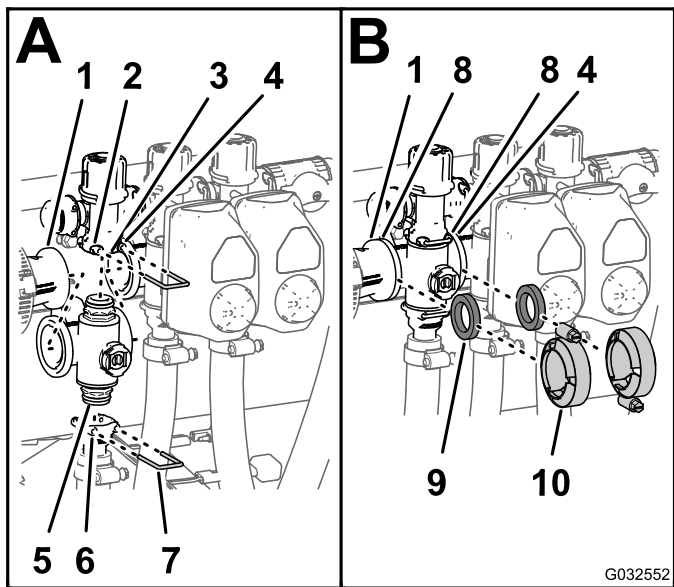

図 116
4. エンドキャップフィッティングを出口フィッティングに取り付ける (出口フィッティングのソケットにリテーナを差し込んで固定する 図 116; A)。
6. リデュースカップリング、ガスケット、個別ブームバルブマニホールドを組み立ててクランプを手締めする 図 116; B。